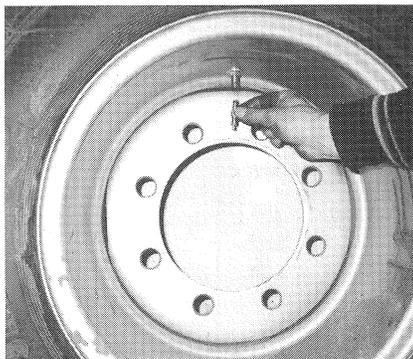

Bild 53
2. Ventileinsatz herausdrehen und Verbindungsmutter eindrehen (Bild 53).